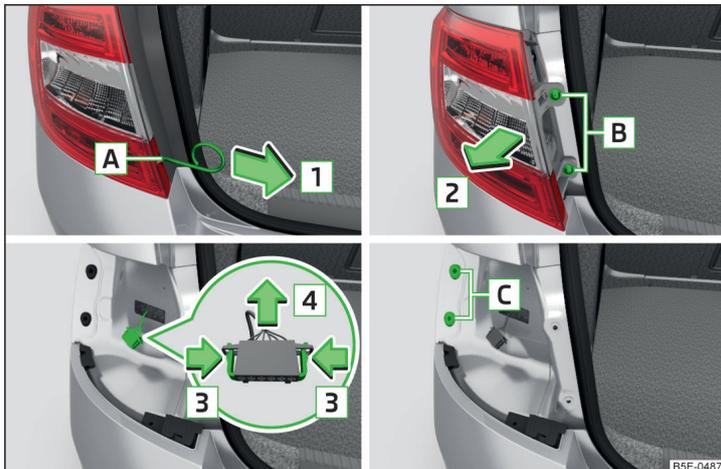
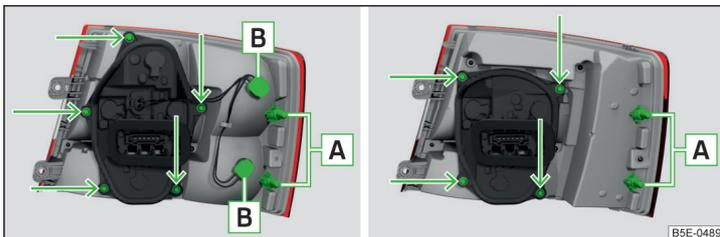

Abb. 231 Leuchte ausbauen / Stecker abziehen
Abb. 232 Äußerer Teil der Leuchte: Grundleuchte / Leuchte mit LED-Dioden
- › In die Öffnung **A**¹⁾ » Abb. 231 den Bügel zum Abziehen der Radvollblenden » Seite 224, Bordwerkzeug einführen.
- › Die Leuchte mit den Zapfen **A** » Abb. 232 auf Seite 249 in die Aufnahmen **C** » Abb. 231 in der Karosserie einsetzen.
- Die Lampenfassung **B** » Abb. 232 entgegen dem Uhrzeigersinn drehen und aus dem Leuchtengehäuse herausnehmen.
- Den Lampenhalter » Abb. 232 mit dem Schraubendreher aus dem Bordwerkzeug abschrauben und den Lampenhalter aus der Leuchte herausnehmen.